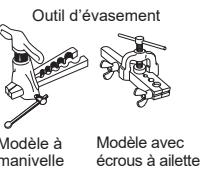

Fig. 4
- 4) Travaux d'évasement (Fig. 4, 5). Tenez fermement le tuyau de cuivre dans la dimension indiquée dans le tableau. Sélectionnez A en in. (mm) dans le tableau suivant l'outil que vous utilisez.